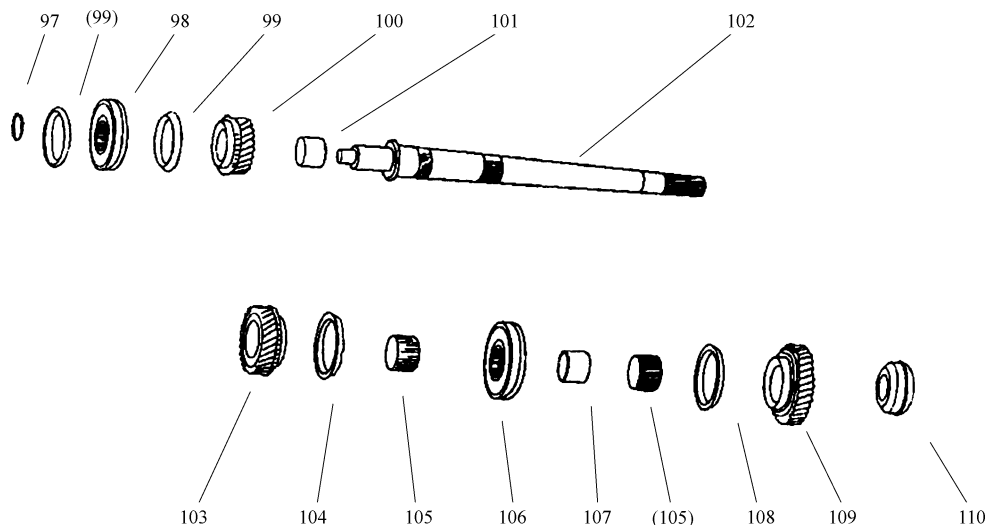

图 3-50 第二轴总成拆卸步骤
- 4) 第二轴总成分解与重新组装。第二轴总成拆卸步骤如图 3-50 所示。